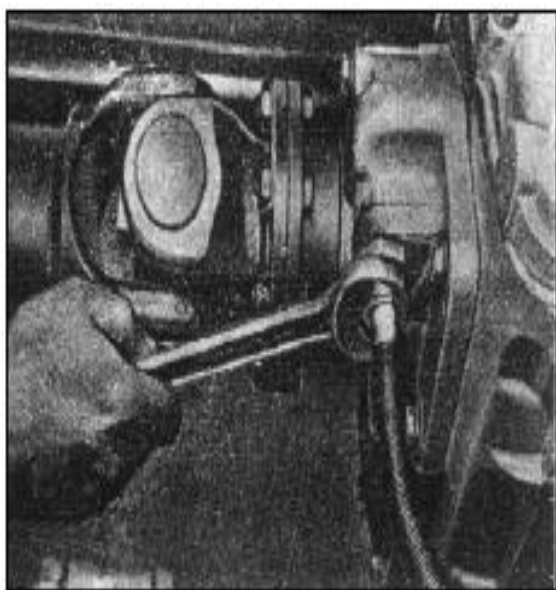

РИС. 182
- 2) Снимите трос привода спидометра с задней крышки коробки передач (см. рис.182).